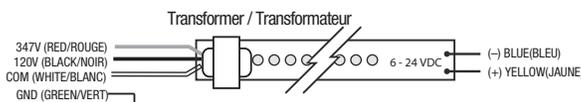

Fig. 4
6. Connect AC supply per diagram provided (Fig.4). Insulate unused wire!
9. Replace Lexan shield and cover with the steel faceplate and secure with the four (4) supplied tamperproof screws.
6. Raccorder l'alimentation CA selon le diagramme fourni (Fig.4). Isoler les fils inutilisés!
9. Replacer la feuille protectrice Lexan et le couvercle en acier et fixez-les à l'aide des quatre (4) vis inviolables fournies.
1. For Battery back-up models, plug the battery into the circuit board (Fig.4) per self-powered sign.
1. Pour les modèles contenant une batterie d'urgence, brancher la batterie dans la carte de circuit imprimé (Fig. 4) par la borne "auto-alimentation".